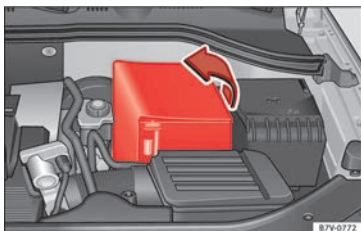

Abb. 249 Im Motorraum: Manschette für die Fahrzeugbatterie abnehmen.
- *Bei einer Manschette:* Die Abdeckung zur Seite wegklappen »» **Abb. 249**.